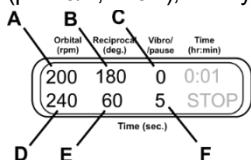
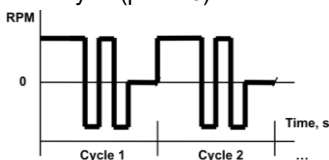

Рисунок 9.
Рисунок 10.
7.9.3. Орбитальное + возвратно-поступательное движение + пауза. Установите скорость (рис. 9/A, 20–250 об/мин) и время (рис. 9/D, 1–250 с) орбитального движения. Установите амплитуду (рис. 9/B, 0–360°) и время (рис. 9/E, 1–250 с) возвратно-поступательного движения. Скорость движения совпадает с орбитальной (рис. 10). Установите амплитуду вибрирующего движения на ноль градусов (рис. 9/C). Установите время вибрирующего движения (рис. 9/F, 1–5 с), это будет продолжительность паузы (рис. 10).